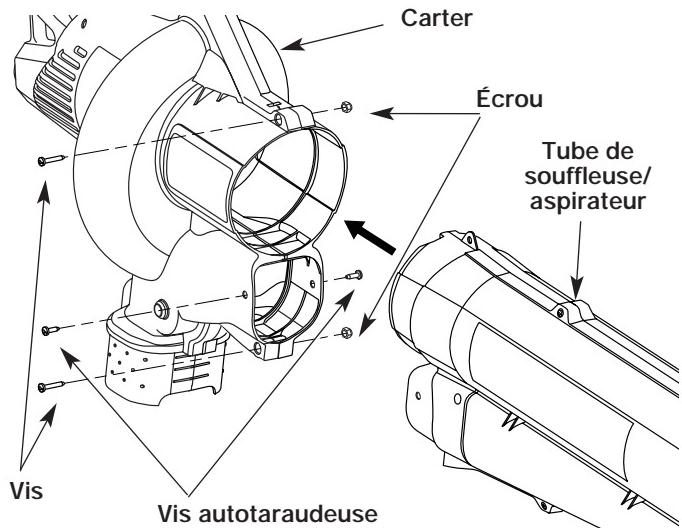

Fig. 1
2. Insérez complètement le tube de souffleuse/aspirateur dans l'ouverture du carter jusqu'à ce que les trous des pattes du tube soient alignés avec ceux des vis du carter (Fig. 1).
3. Introduisez les 2 (deux) vis à filets interrompus 8-32 x 3/4" Torx T20 dans le côté droit du carter et les 2 (deux) écrous dans le côté gauche du carter (Fig. 1).
5. Insérez les 2 (deux) vis à filets interrompus autotaraudeuses 8-16 x 3/4" Torx T20 restantes dans les trous des deux côtés du carter (Fig. 1). Vissez bien sans trop serrer.